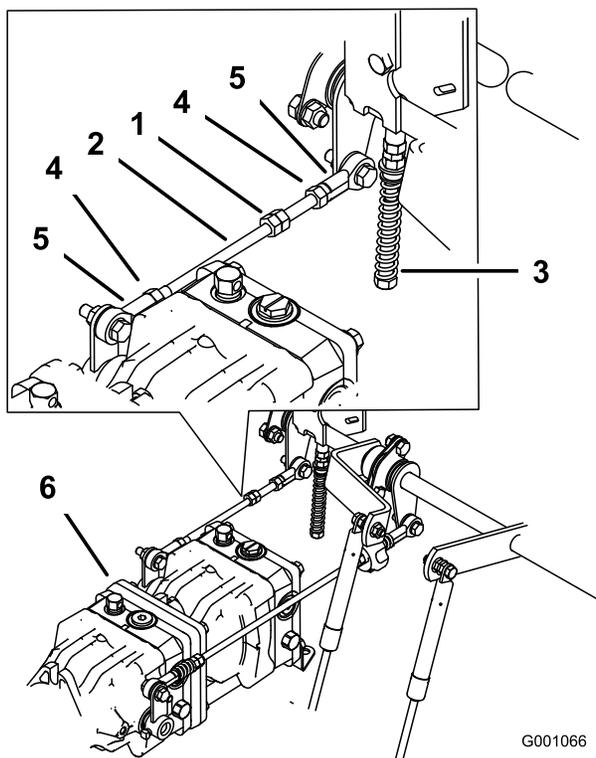

Figure 102
1. Desserrez les contre-écrous sur les rotules de la tige de commande de la pompe (Figure 102).
3. Réglez la longueur de la tige de pompe en tournant les doubles écrous dans le sens voulu, jusqu'à ce que la roue soit immobilisée ou tourne légèrement en arrière (Figure 102).
6. Serrez les contre-écrous contre les rotules (Figure 102).